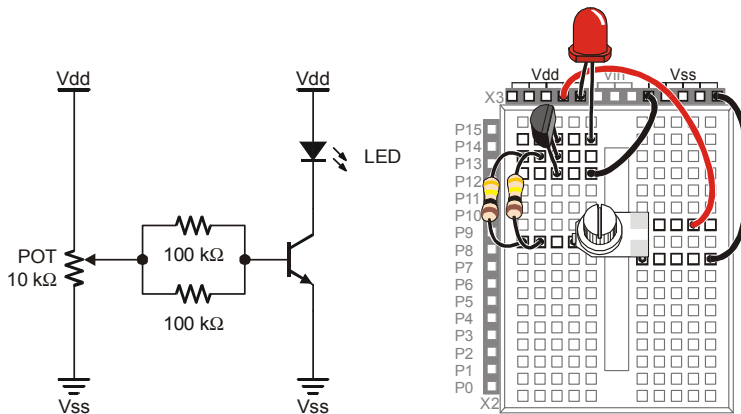

Figura 9-3
La Figura 9-3 mostra un circuito che potete usare per controllare manualmente la quantità di corrente che il transistor fa scorrere nel LED. Ruotando la manopola del Potenziometro, il circuito invierà quantità diverse di corrente alla base del transistor. Questo causerà un cambiamento nella quantità di corrente che il transistor farà scorrere dal suo collettore al suo emettitore. Il LED vi darà una chiara indicazione del cambiamento accendendosi più o meno intensamente.
- √ Costruite il circuito mostrato in Figura 9-3.